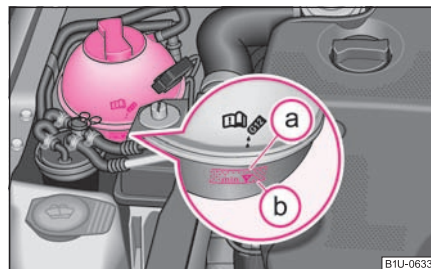

Fig. 148 Vano motor: Depósito de expansión de líquido refrigerante
- Compruebe el nivel de líquido refrigerante en el depósito de expansión del mismo $\Rightarrow$ fig. 148. Con el motor frío, el nivel del líquido refrigerante debe encontrarse entre las marcas **a** y **b**. Con el motor caliente, el nivel puede sobrepasar también un poco el campo rayado.
- Coloque un trapo sobre el tapa del depósito de expansión de líquido refrigerante ⇒ fig. 148 y desenrosque el tapón con **cuidado** girándolo hacia la izquierda ⇒ .